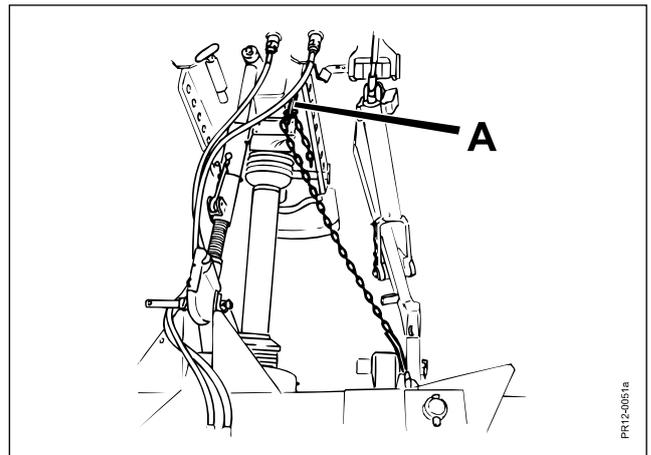

Fig. 2-14
- Fig. 2-14** 9) Die Länge der Haltekette wird bei **A** so eingestellt, daß die Unterlenker in der gewünschten Arbeitsstellung bleiben.